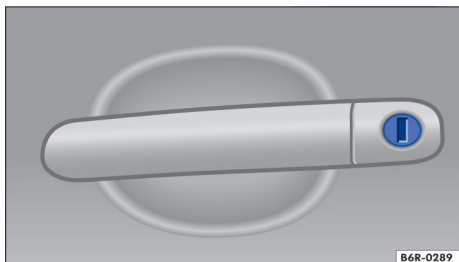

Fig. 50 Maçaneta da porta do condutor com cilindro da fechadura.
- Introduzir a haste da chave no cilindro da fechadura e destravar ou travar o veículo → Fig. 50.